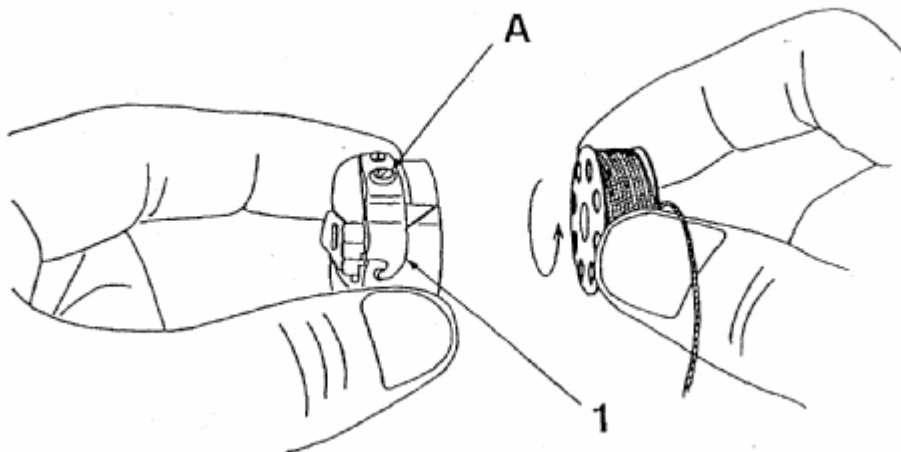

Рис. 8
3. Держа шпульку между большим и указательным пальцами правой руки, вытяните примерно 5 см нити. Держа шпульный колпачок в левой руке, поверните его открытой стороной вверх и вставьте в него шпульку (рис. 8).
4. Правой рукой направьте нить в прорезь в шпульном колпачке. Затем вытяните нить влево, под натяжительную пружину (1, Рис. 8) и проведите ее через глазок. Чтобы шпулька не выпадала из шпульного колпачка, когда его открытая сторона обращена вниз, всегда удерживайте защелку (С, Рис 4) на передней части колпачка открытой.
2. Натяжение нижней (шпулечной) нити (Рис. 8)
Натяжение нижней (шпулечной) нити регулируется при помощи регулировочного винта (А, Рис. 8), находящегося у конца пружины, на наружной стороне шпульного колпачка. При повороте этого винта вправо (по часовой стрелке) натяжение нити будет увеличиваться, при повороте влево (против часовой стрелки) – уменьшаться.